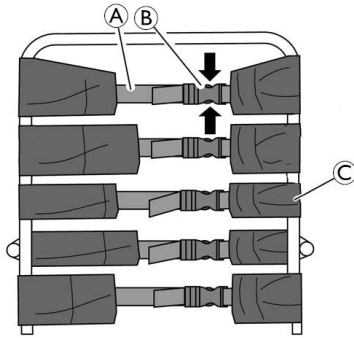

Fig. 4-6
1. Open de gespen B door de lippen naar elkaar toe te drukken (zie de pijlen in fig. 4-6).